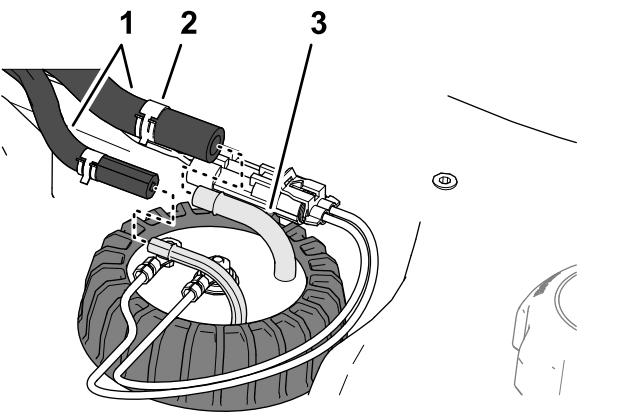

Bild 120
4. Schieben Sie die Schellen, mit denen die Schläuche an den Anschlussstücken des Kraftstoff-Füllstandssensors befestigt sind, nach innen, und nehmen Sie die Schläuche von den Anschlussstücken ab (Bild 120).